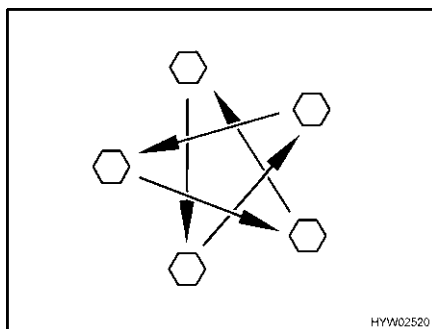

Fig. 247 Serrare a croce i dadi o i bulloni delle ruote
- Controllare regolarmente il serraggio dei dadi o dei bulloni. Regolare a croce (Fig. 247) il serraggio dei dadi o dei bulloni di una ruota sostituita dopo circa 50 km.
- ▷ Serrare a croce i dadi o i bulloni delle ruote (Fig. 247).